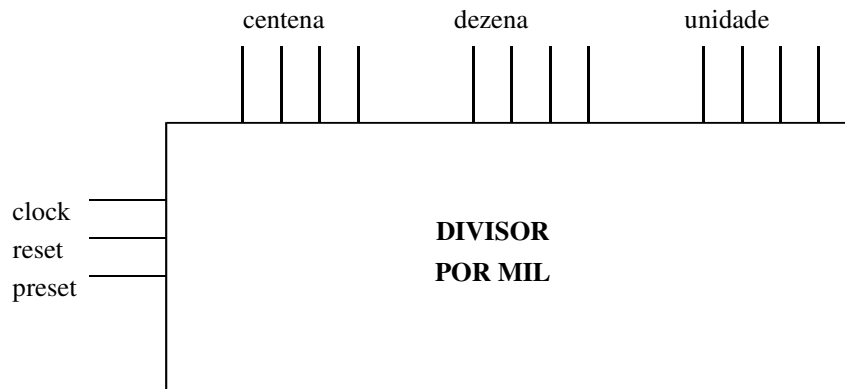

Figura 2 – Diagrama de um contador BCD módulo 1000.
2.- Usando 3 CI's 7490, projetar um contador BCD modulo mil, conforme diagrama da figura 2. Demonstre o funcionamento na placa, usando clocks de frequência variável, de modo a permitir a visualização da contagem nos displays de 7 segmentos (será necessário usar 3 displays). Use três tipos de clock, com seleção programável por meio das chaves. Usar os push buttons para os sinais de clear e preset. Descreva o seu circuito usando VHDL e o componente a_7490 da library altera, package maxplus2. [RSD]